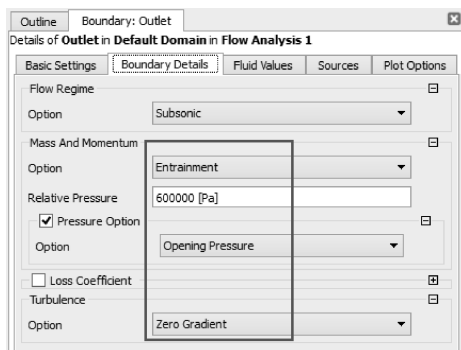

图 11-54 出口边界选项
(2) 在边界详细信息选项中的质量与动量【Mass and Momentum】栏里选项为 Entrainment，相对压强【Relative Pressure】为 600000Pa；选择 Pressure Option，选择 Opening Pressure；Turbulence 项选择 Zero Gradient，如图 11-54 所示。